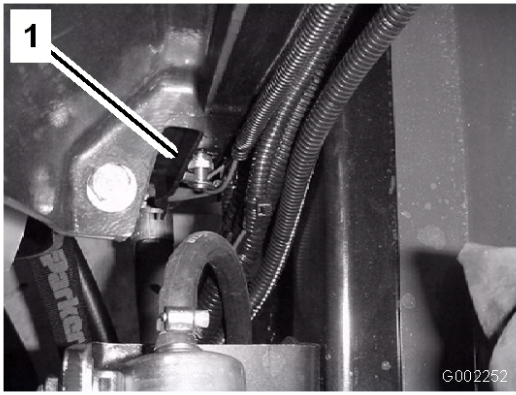

Figura 54
4. Abra el tapón de vaciado (Figura 54) y deje que el refrigerante se drene al recipiente.